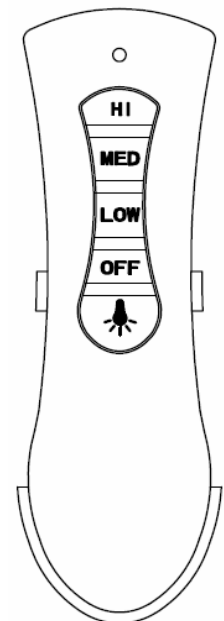

Fig. 14b
6. Fare scorrere il telecomando all'interno del supporto (Fig. 14b).